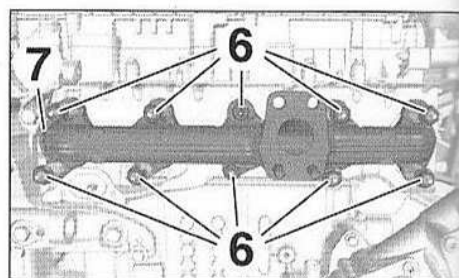

FIG.96
- Déposer (Fig.96) :
- les écrous (6),
- le collecteur d'échappement (7).